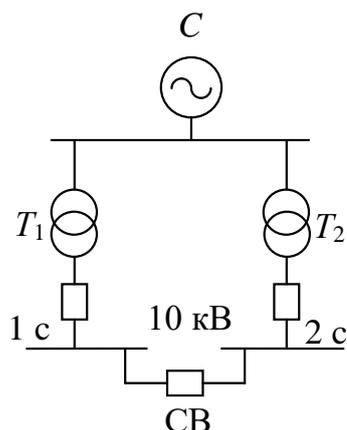

Рисунок 2. Схема к практической работе «Проверка сечения шин на термическую стойкость к токам короткого замыкания»
• Проверка сечения шин на термическую стойкость к токам короткого замыкания. Определить минимальное сечение термически устойчивой алюминиевой шины в цепи секционного выключателя подстанции (рисунок 2).